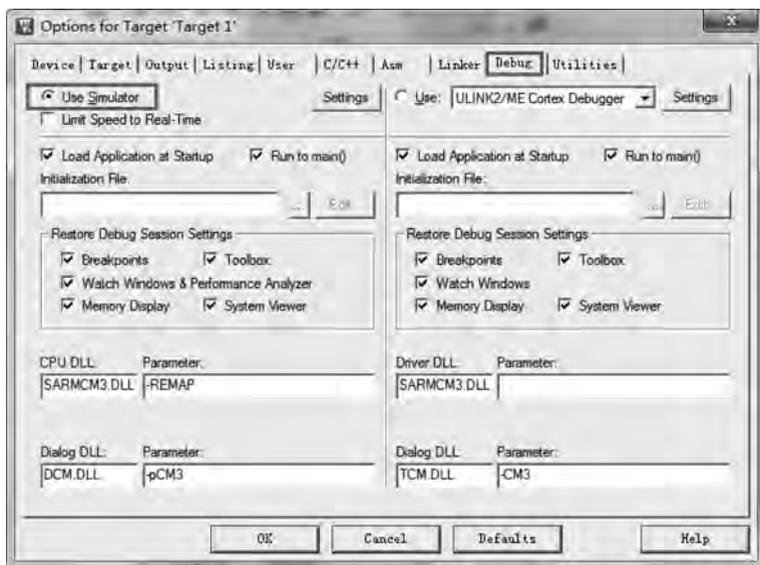

图 3-31 Debug 选项卡设置
(6) 在 Debug 选项卡中选中 Use Simulator 单选按钮,其操作界面如图 3-31 所示。至此工程文件 Options for Target 选项已全部配置完成,单击 OK 按钮退出。